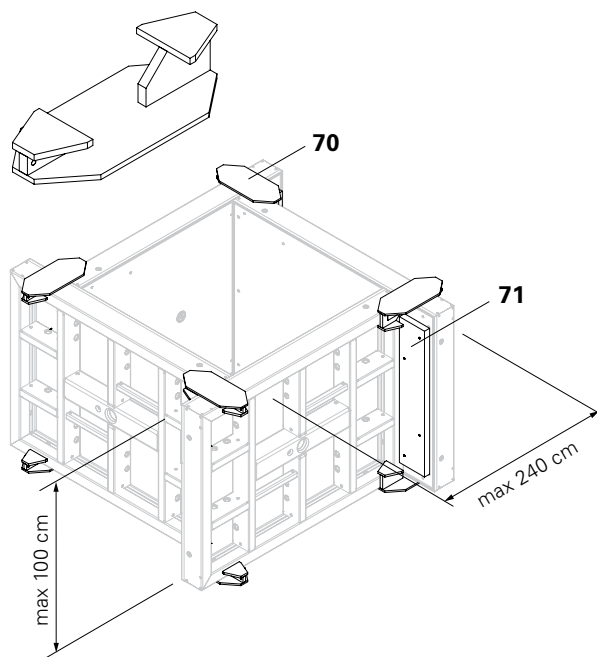

Fig. A10.01
La tavola in legno di registro (71) dev'essere inchiodata. (Fig. A10.01)